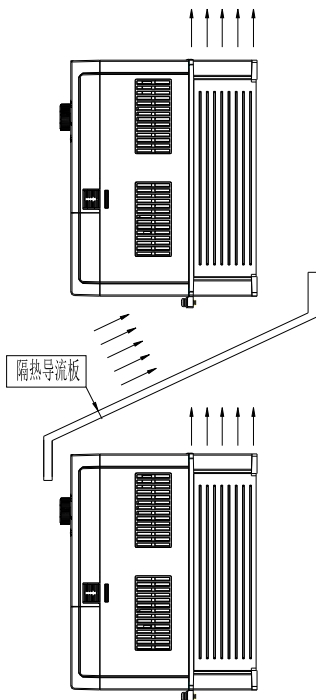

图3-2. A700/A700S变频器安装示意图
- 1) 请垂直安装变频器，便于热量向上散发。但不能倒置。若柜内有较多变频器时，最好是并排安装。在需要上下安装の場合，请参考图3-2的示意，安装隔热导流板。